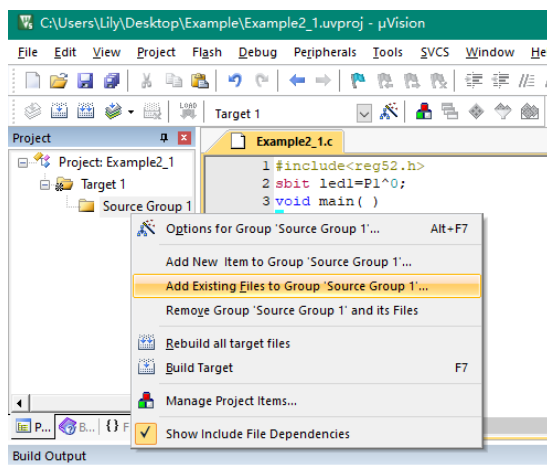

图 2-16 将文件加入工程
(7) 回到编辑界面，单击【Target 1】前面“+”号，然后用鼠标右键单击【Source Group 1】，会出现如图 2-16 所示界面，然后选择【Add Existing Files to Group ‘Source Group 1’】。